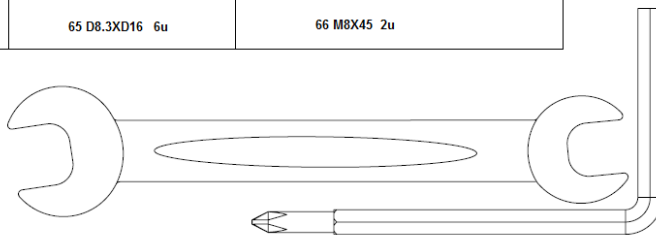

Fig.2
Apoye el cuerpo central en el suelo, como muestra la Fig.2. Coja el tubo caballete con ruedas delantero (32).
Suelte los tornillos (62) con las arandelas (63) como se muestra en la Fig.2, introduzca los tornillos (62) con las arandelas planas (63) y apriete fuertemente con la llave allen.